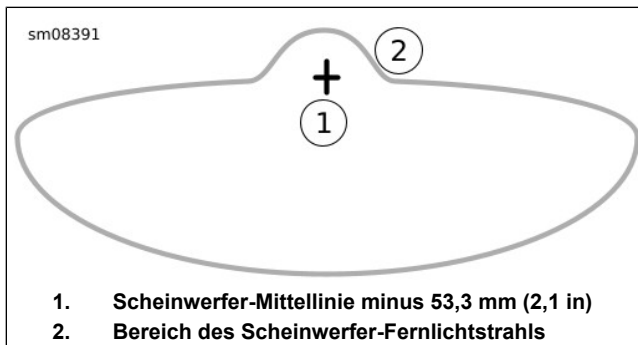

Abbildung 92. Scheinwerfer-Lichtmuster: Modelle mit rahmenmontierter Verkleidung
- a. **LED, rahmenmontierte Verkleidung:** Siehe Abbildung 92. Mit dem Scheinwerfer auf **Fernlicht** geschaltet liegt der Mittelpunkt des Brennpunkts des Leuchtmittels auf der Markierung.
- b. Siehe Abbildung 92.. Den Scheinwerferstrahl einstellen.